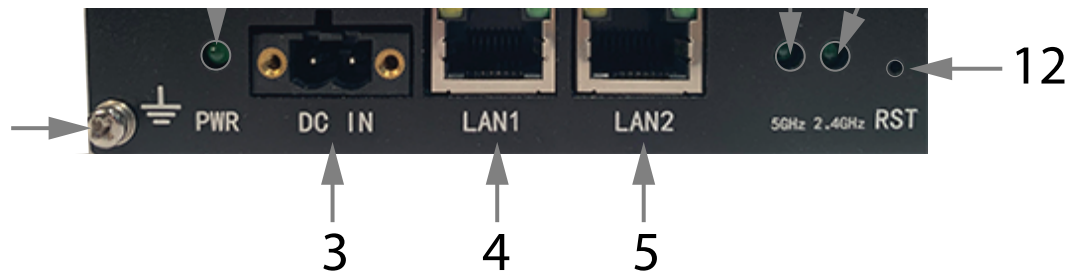

Figure 4.2 Panneau d'accès latéral de la GW66.
2. Panneau d'accès latéral pour les connexions d'alimentation et de réseau local, voyants LED d'état, bouton Reset et mise à la terre (sur certaines versions, la mise à la terre se trouve du côté opposé). Reportez-vous à la Figure 4.2 ci-dessous pour obtenir des informations sur ce panneau.